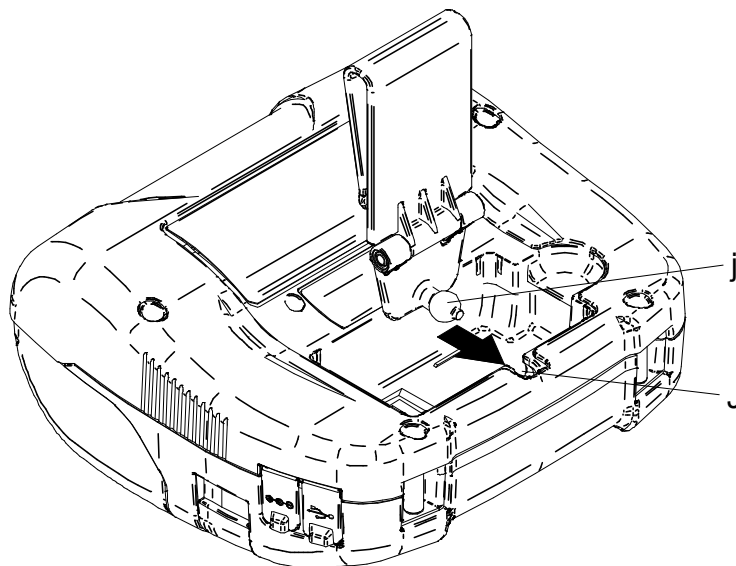

Figura 14-1 Installazione della clip da cintura (1)
- (3) Installare la parte della clip da cintura "j" nella parte della stampante "J" in direzione della freccia, come mostrato nella Figura 14-1.